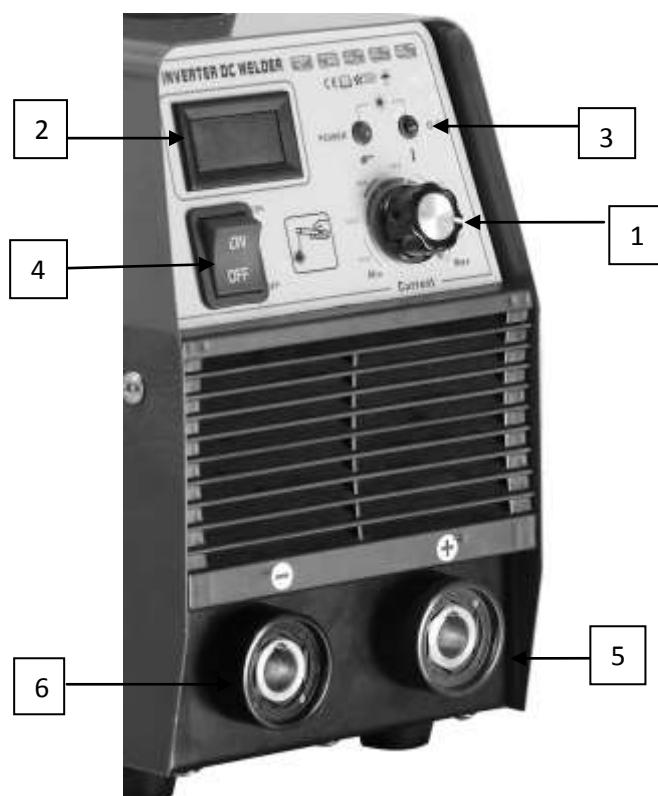

Рис.1
Выберите полярность сварки и подключите сварочный кабель с электрододержателем и заземляющий кабель с зажимом к силовым клеммам (5) и (6) (См. Рис.1).
Подключите сварочные кабели к соответствующим силовым клеммам (5) и (6)(См. Рис.1) на передней панели аппарата.
Подключите аппарат к электрической сети 220 В и включите его. Для этого нажмите на клавишу пускового выключателя (4)(См. Рис.1), приведя ее из «О» (ВЫКЛ) в положение « I » (ВКЛ).
Если в процессе сварки загорится индикатор «Перегрев» (3) (См. Рис.1), это говорит о высокой температуре внутри аппарата. В этом случае прекратите работу и дайте аппарату охладиться. Оставляйте аппарат включенным, вентилятор быстрее охладит его. Когда свечение индикатора прекратится, можно снова продолжить сварку.